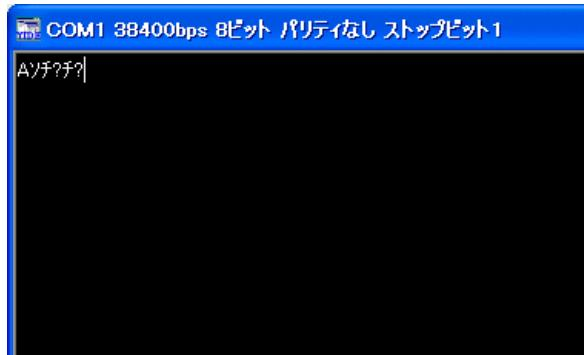

図 19 デバッグモニタの動作確認画面
6. デバッグモニタが正常に動作している場合、製品の電源を入れるとターミナル画面に"Aリ"と表示されます。パソコンの[Enter]キーを押すと、図 19 のように "?" が表示されます。